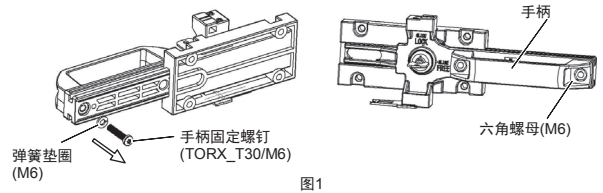

图1
- 卸下手柄固定螺钉时, 请注意不要遗失弹簧垫圈和六角螺母。(图1)